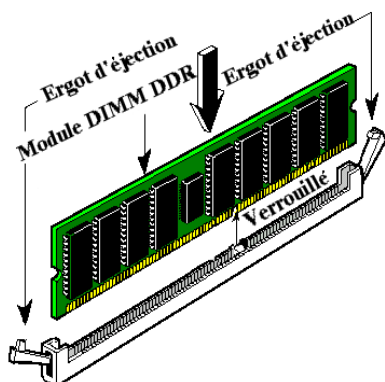

Figure 2-6. Installation du module mémoire DDR
- Etape 5.** Insérez le module mémoire dans le socket DDR DIMM comme illustré dans l'illustration. Notez comment le module est maintenu dans le socket. Vous pouvez vous référer à la figure 2-6 pour les détails. *Ceci assure que le module DDR DIMM ne pourra être inséré que dans un seul sens.* Pressez fermement le module DDR DIMM dans le socket DDR DIMM pour